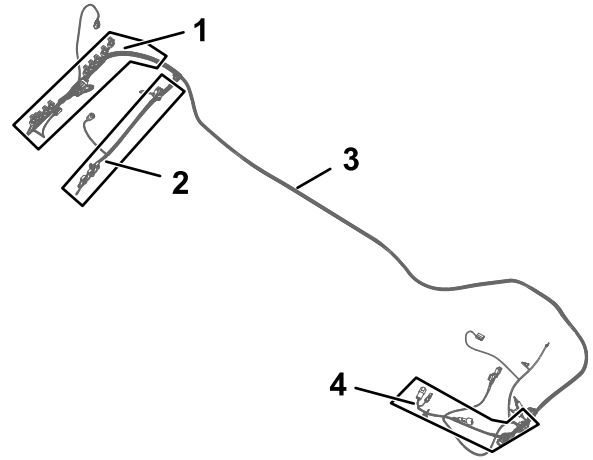
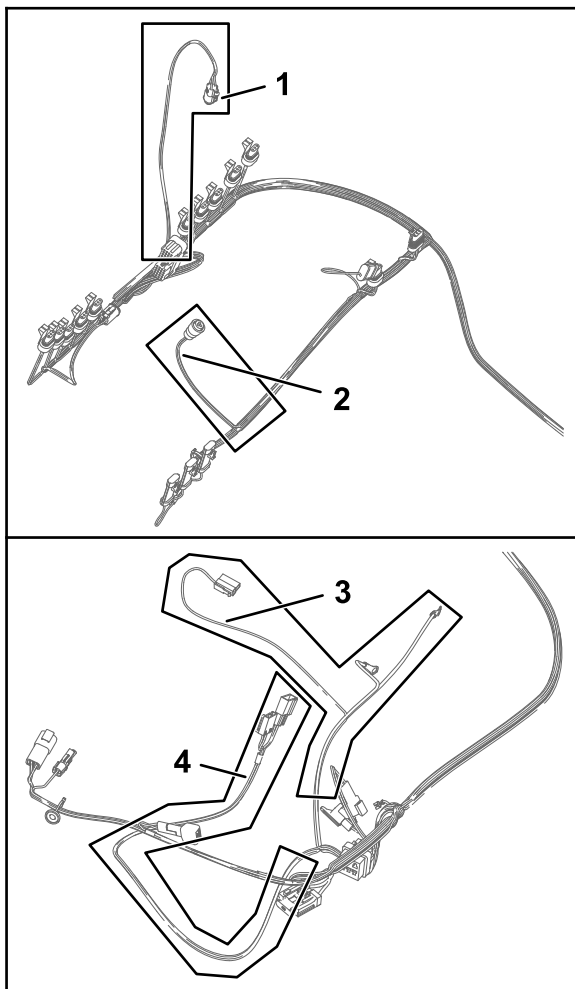

图 76
图 77
1. 找到套件线束的 84cm 线束支管、60cm 线束支管以及 66cm 线束支管(图 76 和图 77)。